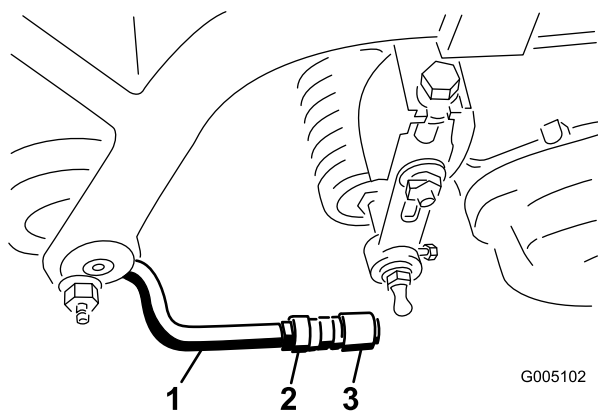

Figura 10
6. Allineate gli attacchi nei giunti sferici in modo che la parte aperta dell'attacco sia centrata verso il prigioniero a sfera. Serrate i controdadi per fissare gli attacchi in posizione (Figura 10).